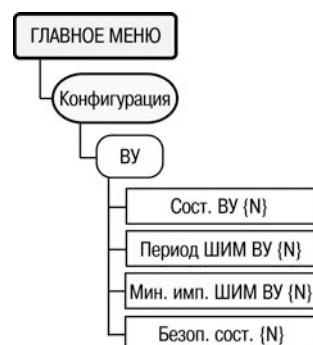

Рисунок 6.4
6.6.2 Для изменения настроек ВУ и отображения их состояния, используется пункт меню «//Конфигурация/ВУ» (рисунок 6.4).